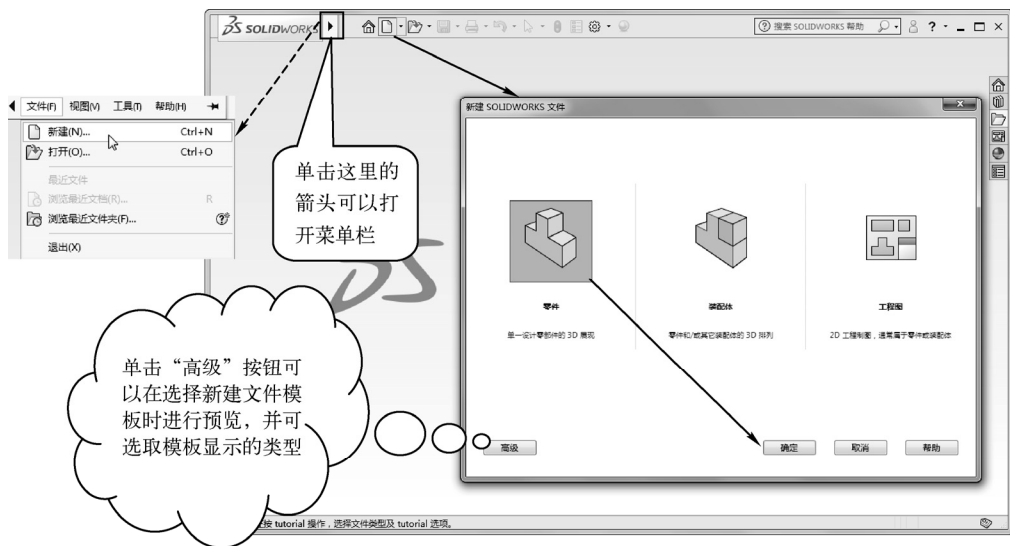

图 1-5 SolidWorks 2018 的启动界面和新建零件文件的操作
STEP 1 启动 SolidWorks 2018 后, 系统将显示图 1-5 所示的操作界面, 单击“新建”按钮 , 或者选择“文件”>“新建”菜单项, 均可新建文件。
STEP 2 如图 1-5 所示, 在打开的“新建 SolidWorks 文件”对话框中选择不同按钮, 可以新建不同类型的文件, 这里保持系统默认, 选择“零件”按钮, 再单击 **确定** 按钮即可新建零件文件。